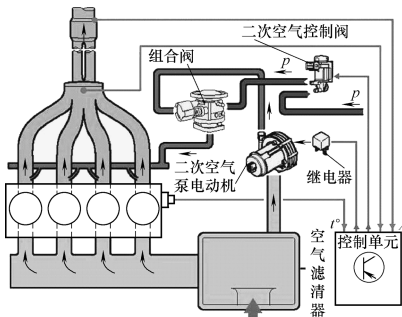

图 2-42 二次进气系统的工作原理
4) 与此同时二次进气喷入组合阀被操纵，使二次进气组合阀处达到真空；二次进气组合阀以此打开气缸盖的二次进气通道，如图 2-42 所示。